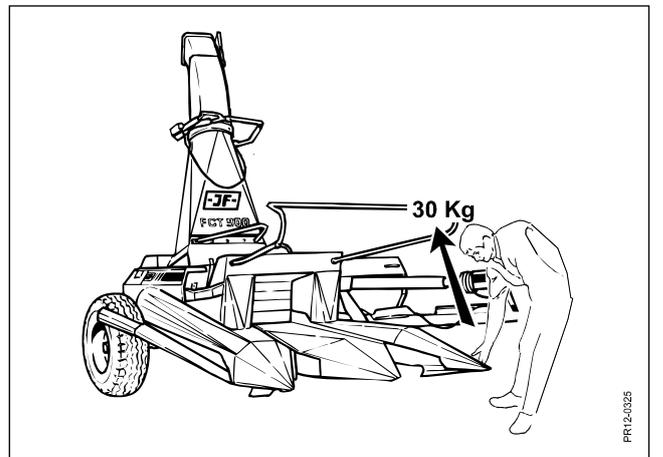

Fig. 3.16
- Fig. 3.16** o colhedor de milho repousa no solo com um peso máximo de 30 kg.